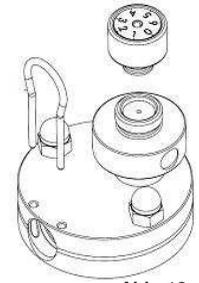

Abb. 12
- Schrauben Sie die Luftregulierungsschraube ab und ziehen Sie die Gabel heraus (Abb. 12).